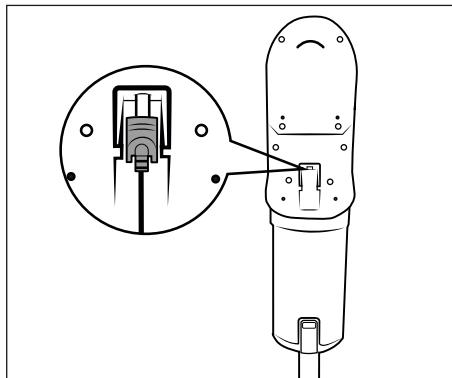

Fig. 8
- Støvsugeren kan også oplades direkte med netadapteren 10. Tag hulstikket 11 ud af vægholderen 18 med en let drejning, og sæt det ind i ladestikket 3 på produktet (se fig. 8).